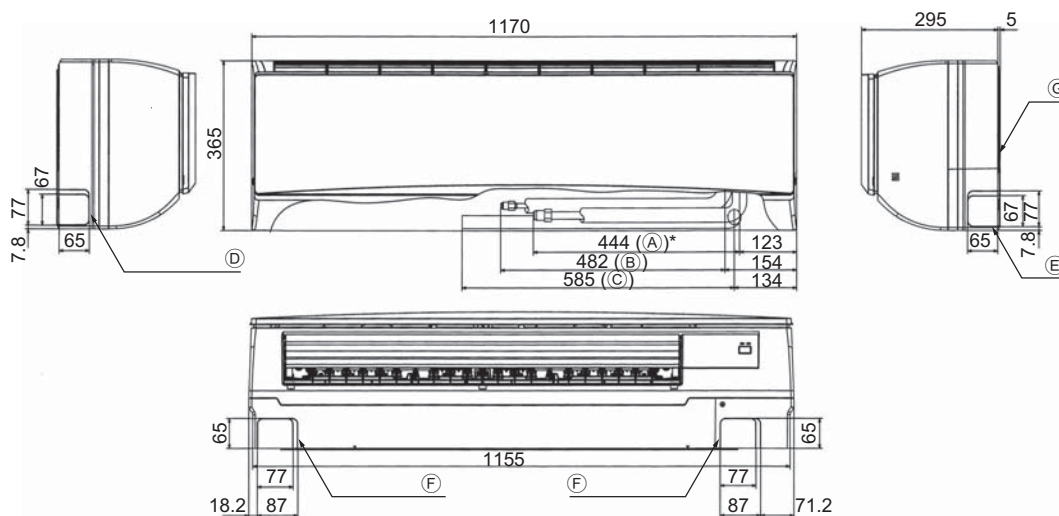

Рис. 4-2
4.3. Выбор расположения труб хладагента и дренажных трубок (Рис. 4-2)